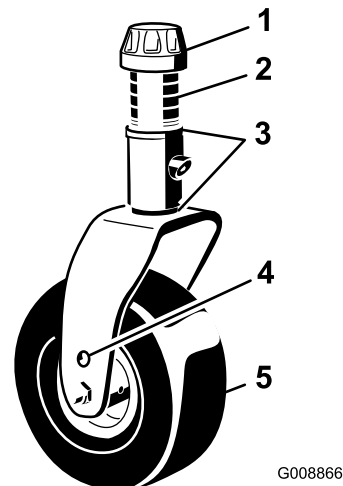
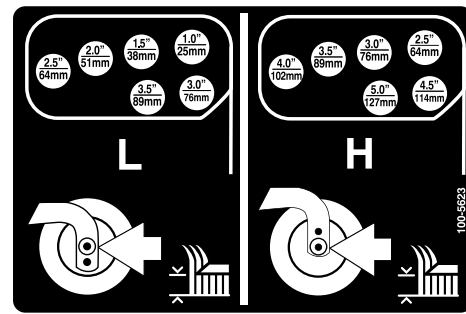
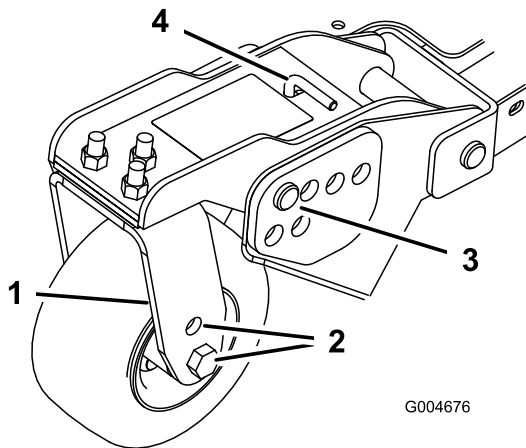

Figura 18
Figura 21
Figura 20
- Posizionate gli assali delle ruote orientabili negli stessi fori di tutte le forcelle (Figura 18 e Figura 20).
- Togliete il cappuccio di tensione dall'asse del perno ed estraete il perno dal braccio della ruota orientabile (Figura 18).
- Togliete la coppiglia ed i perni con testa dai bracci di rotazione delle ruote orientabili (Figura 20).
- Girate il tenditore per alzare o abbassare il braccio di rotazione finché i fori non sono allineati con i fori della staffa dell'altezza di taglio selezionati, nel telaio del piatto di taglio (Figura 20 e Figura 21).